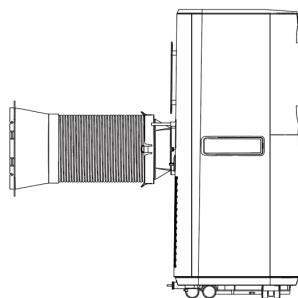

рис. 4
2. Установите собранный воздуховодный шланг в воздуховыпускную решетку прибора путем движения сверху-вниз (Рис. 4).